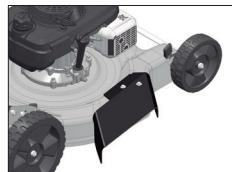
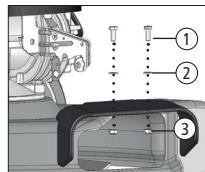

Fig. 01
Fig. 02
Para montar o defletor, posicione-o sobre o chassi como indicado na figura [Fig. 01], encaixe os dois parafusos M6 (1) na furação do defletor, utilizando as arruelas lisas (2) entre a cabeça do parafuso e o defletor, [Fig. 02].
Para concluir a montagem e fixar o conjunto, utilize as porcas M6 (3) que acompanham o produto, [Fig. 02].